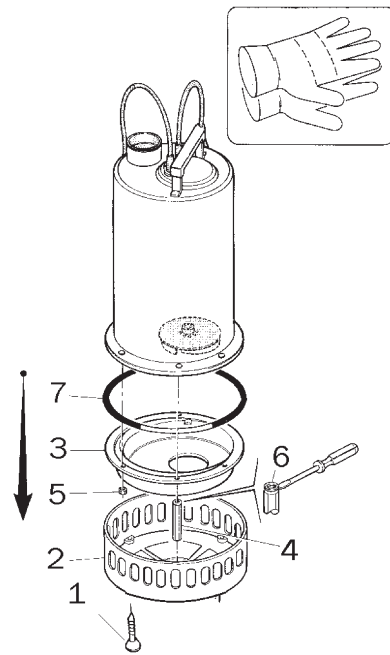
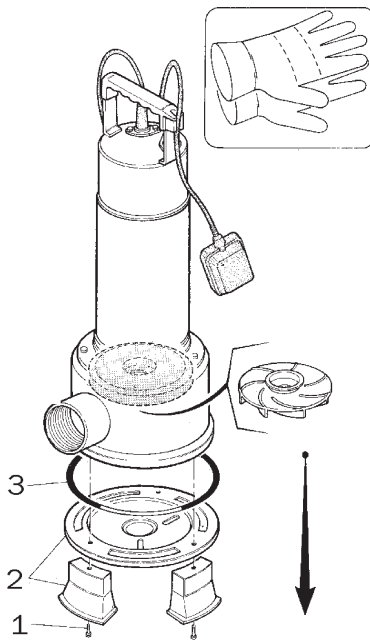

FIG. 10 • RIGHT
FIG. 11 • DW - DW VOX
- odkręcić dwie śruby (1) mocowania filtra;
- odczepić filtr (2);
- odkręcić trzy przekładki (4) i trzy nakrętki (5) i cokół wygładzający (3);
- małym śrubokrętem ściągnąć podkładki nylonowe (6) i zamienić na nowe przed zamontowaniem, ponieważ pękają w momencie ich ściągnięcia;
- uważać aby nie zniszczyć uszczelki (7).
7.3. ELEKTROPOMPA RIGHT (RYS. 10)
- odkręcić trzy śruby (1) mocujące stopki i bok pokrywy zasysania (2)
- uważać aby nie zniszczyć uszczelki (3);
7.4. ELEKTROPOMPA DW (RYS. 11)
- odkręcić sześć śrub (1) mocujących kadłub pompy (nie nakrętkę, ponieważ jest zespawana z kadłubem);
- zdjąć kadłub pompy wyciągając go (2);